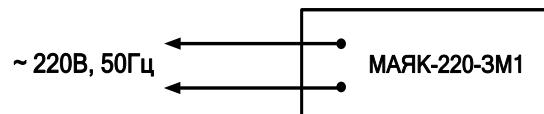

Рис. 1. Схема подключения
2. Подключение изделия должно производиться в соответствии со схемой (рис. 1) при отключенном напряжении питания.